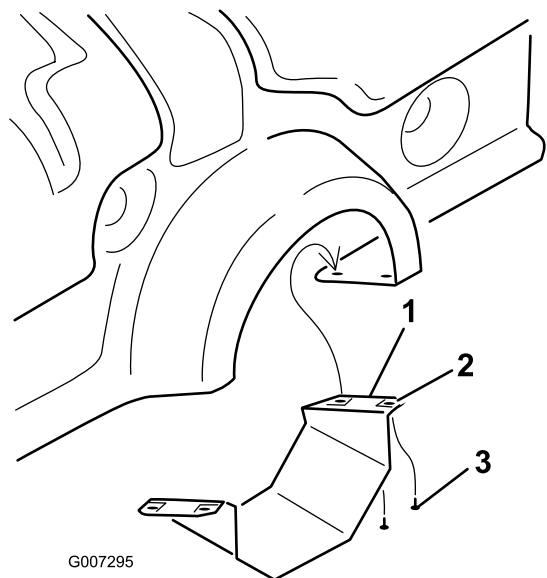

図 7
1. プロコア 864 では、下側 PTO シールドのみ取り外す (図 7)。